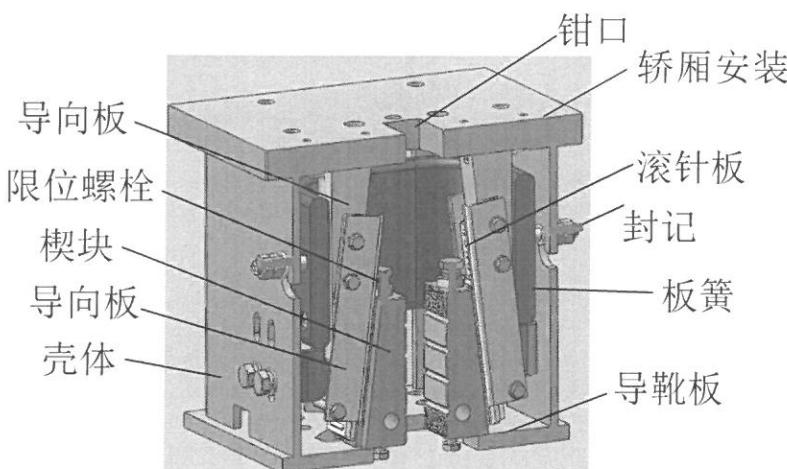

图 1
- 1.1. 结构示意(图 1)
2.1.2. 安全钳封记部位完好(图 1)。
2.3.5. 调整后，通过限速器提拉联动机构，安全钳能可靠动作，反向运行，安全钳能回到初始位置(图 1)。